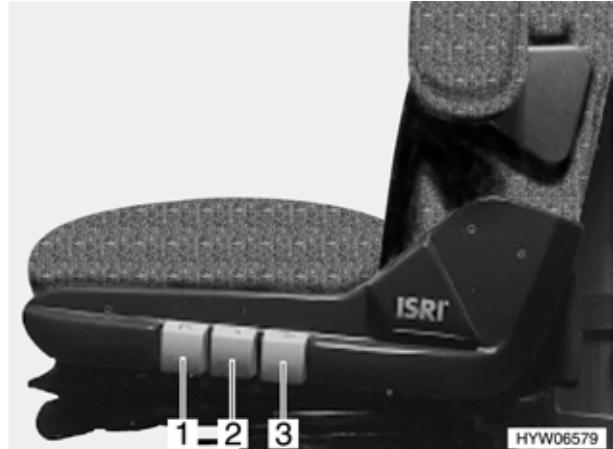

Fig. 45 Sedile del bar
- Tirare la maniglia (Fig. 45,1). Il sedile può essere regolato in altezza.
- Tirare la maniglia (Fig. 45,2). È possibile ruotare il sedile.
- Tirare la maniglia (Fig. 45,3). È possibile regolare l'inclinazione dello schienale.